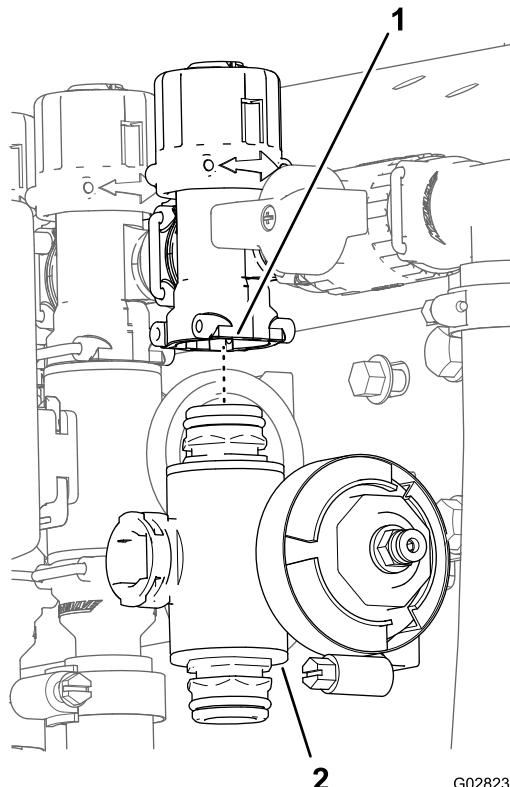

Figura 106
3. Per le valvole di sezione della barra sinistra o destra, rimuovete i bulloni a testa flangiata e i dadi di bloccaggio flangiati che fissano la valvola (o le valvole) di sezione al supporto della valvola e rimuovete il collettore (o i collettori) della valvola dalla macchina; per la valvola di sezione centrale, rimuovete il collettore della valvola di sezione dalla macchina (Figura 106).